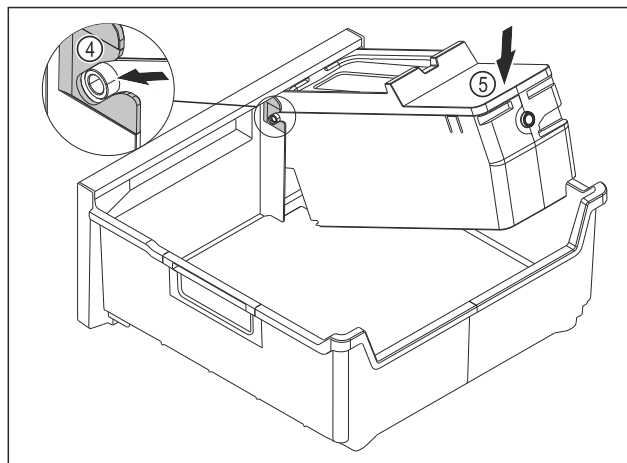

Fig. 109
- ▶ Montare il corpo dell'EasyTwist-Ice: Inserire gli assi del corpo dell'EasyTwist-Ice nelle guide *Fig. 109 (4)*.
- ▶ Spingere il corpo dell'EasyTwist-Ice *Fig. 109 (5)* posteriore verso il basso.